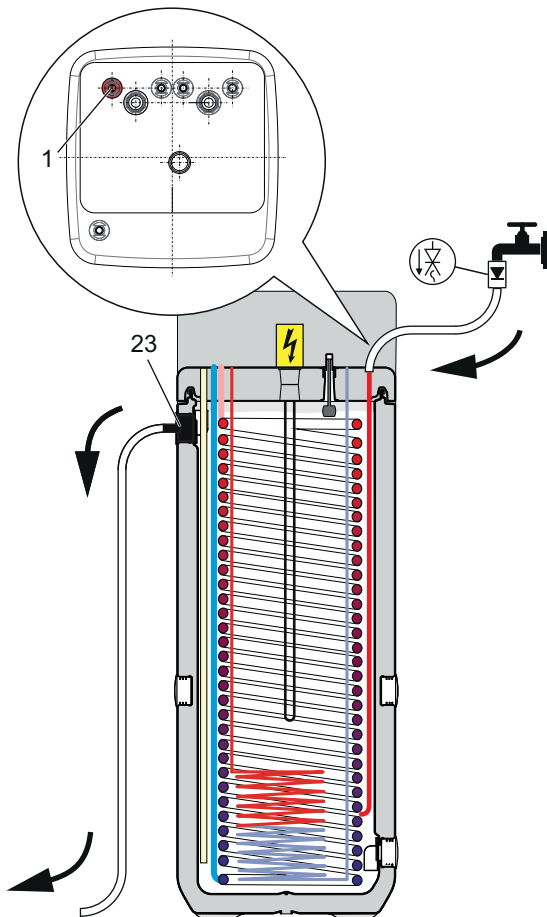

Bild 9-1 Fyll på ackumulatortanken - utan solenergisystem
- **Anslut påfyllningsslangen** med returförhindraren (1") till anslutningen "till anslutningen" $p=0$ **Solar - tillförsel"** (se Bild 9-1, pos. 1).
- Fyll på ackumulatortanken för DAIKIN EKHHP tills **vatten tränger ut vid anslutningen** (Bild 9-1, pos. 23), vilken anslutits **som säkerhetsöverrinning**.